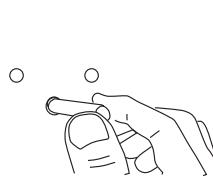

Рис. 5
3. Вставьте пластиковые анкера (дюбели) в отверстия (рис. 5).